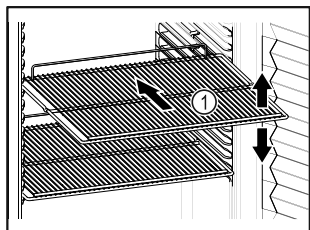

Fig. 55
- Tilpas højden, når bæreristene Fig. 55 (1) kan flyttes.